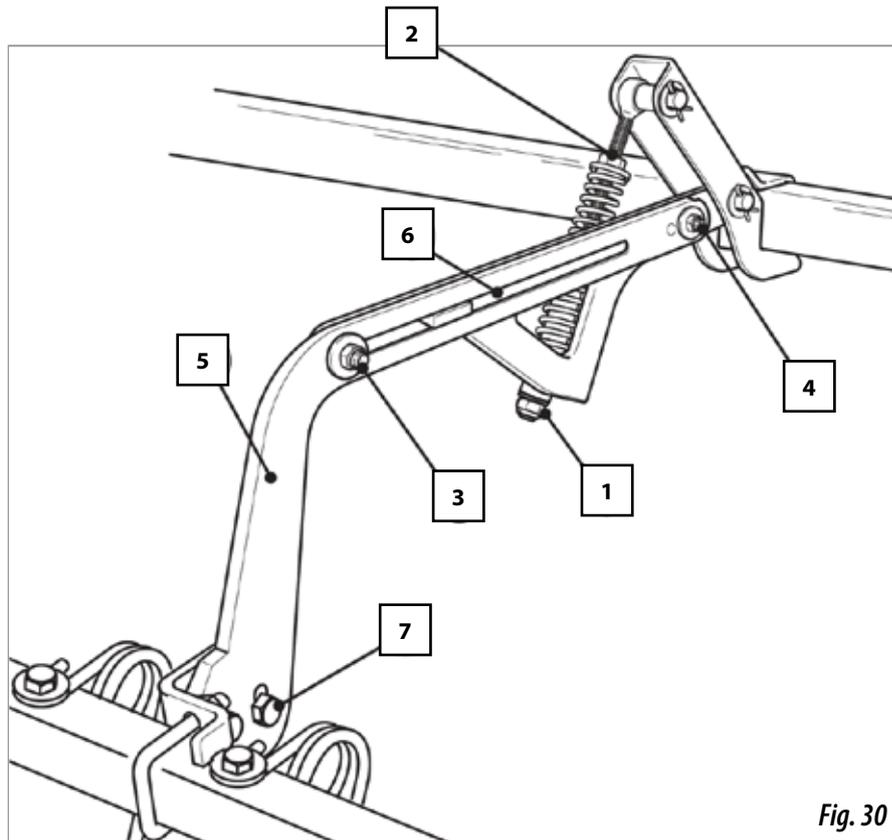

Fig. 30
1. En hauteur, par l'écrou inférieur (1, fig. 30).
2. En pression, par l'écrou supérieur du tendeur (2, fig. 30).
3. Inclinaison des dents, par la coulisse (7, fig. 30) qui fixe la barre porte dents.
- Desserrer l'écrou (3, fig. 30)
- Retirer le vis et l'écrou (4, fig.30)
- Tirer de la guide (5, fig. 30) vers arrière et placer le vis et l'écrou dans le trou ( 6, fig. 30) placé au centre de la guide.